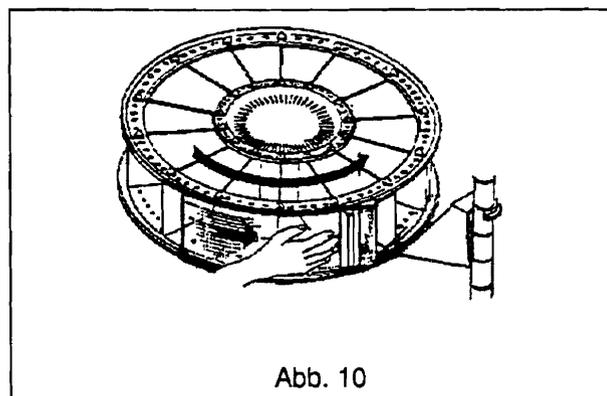

Abb. 10
- b) Schiebetür nach rechts schieben. Die Trommel dreht sich um jeweils ein Fach gegen den Uhrzeigersinn, siehe Abb. 10.